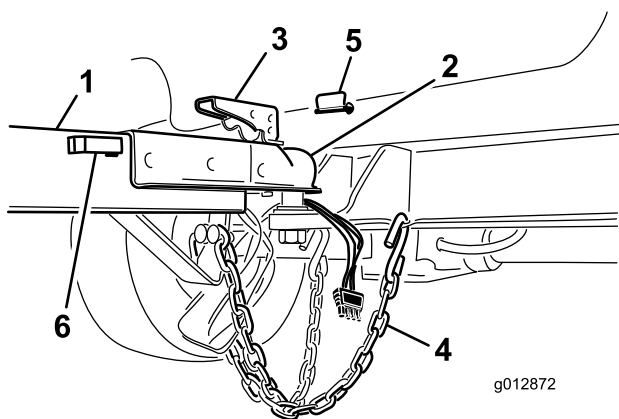

Рисунок 12
2. Поднимите рычаг сцепки на буксировочной штанге, одновременно опуская гнездо на шар сцепного устройства (Рисунок 12).